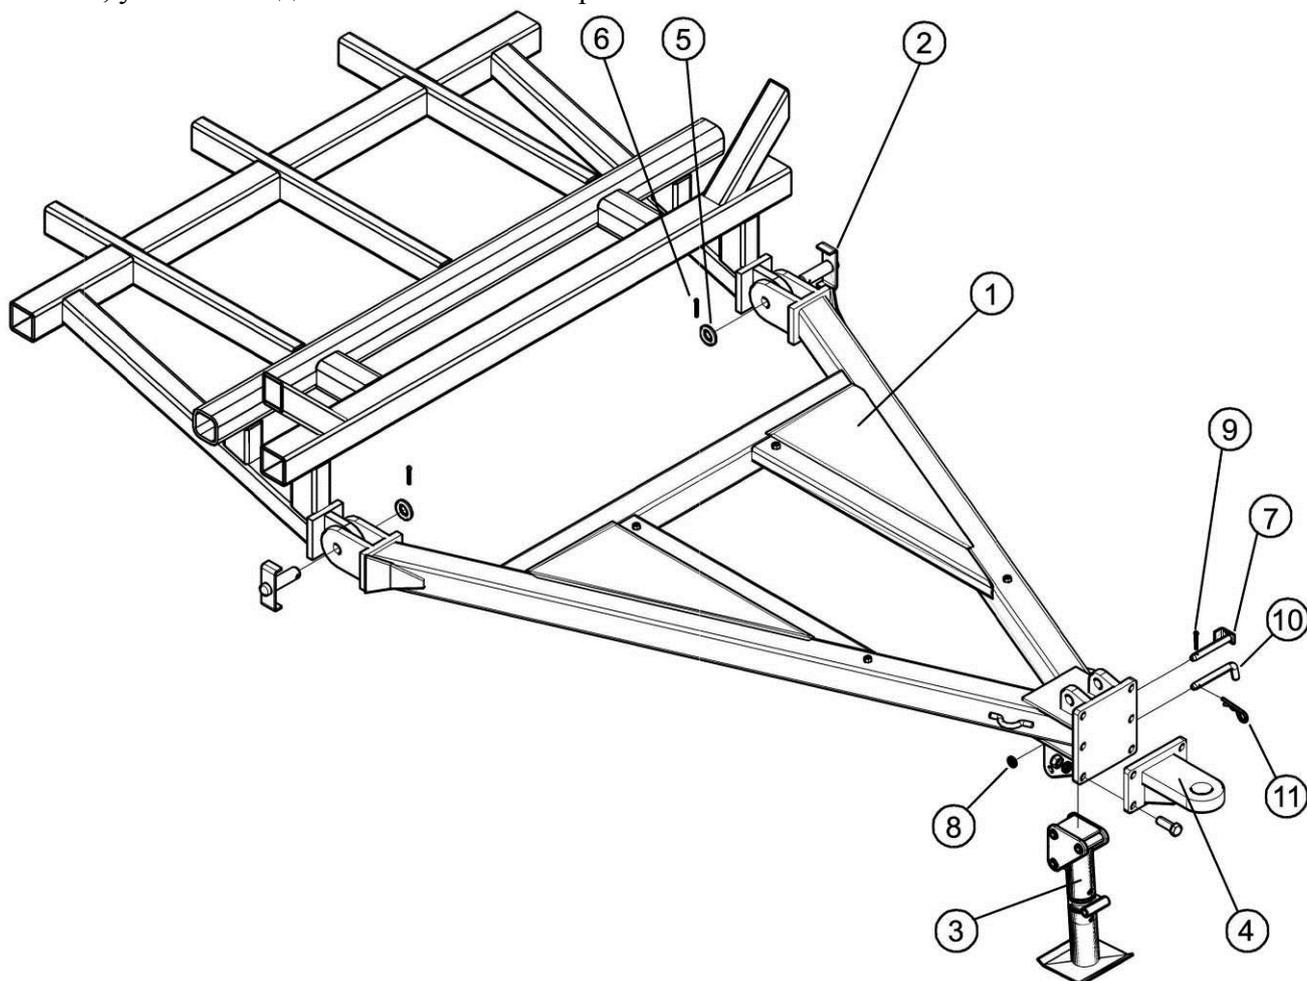

Рис. 4.5.1. Крепление передней сцепки к раме
4.5.1. Закрепите переднюю сцепку 1 на раме, установив пальцы 2 ($\text{Ø}32 \times 130$), шайбы 5 ($\text{Ø}33$ мм) и шпильки 6 ($\text{Ø} 6 \times 50$) (рис. 4.5.1). Установите опору откидную 3 на сцепку с помощью пальца 7 ($\text{Ø}16$), шайбы 8 ($\text{Ø}17$ мм) и шпильки 9 ($\text{Ø}5$ мм). Зафиксируйте опору пальцем 10 и чекой 11.